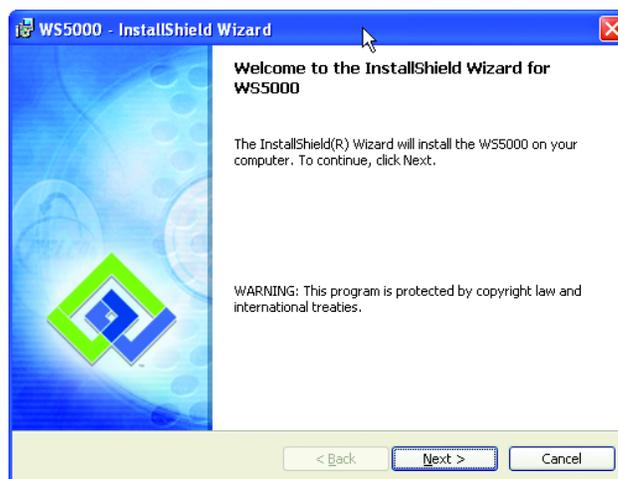

Figura 15. Tela de boas-vindas da instalação
2. No Windows Explorer, localize a pasta onde a versão atualizada do software foi baixada e em seguida clique duas vezes no programa de configuração. O programa prepara os arquivos de instalação e exibe a tela de boas-vindas (Figura 15).